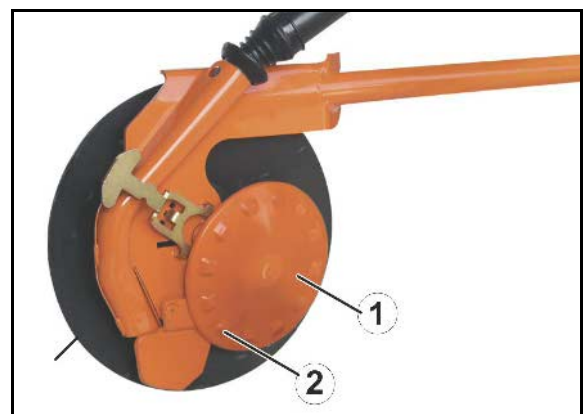

Bild 29
AMAZONE RoTeC⁺-billen lämpar sig för vanlig plöjsådd och sådd med reducerad jordbearbetning. Såfåran formas genom stålskivan och gjutgodskroppen. Baksidan på skivan rengörs av den mjuka polyuretan (PU) -skivan (Bild 29/1), som pressas mot stålskivan. Bulorna (Bild 29/2) bidrar med extra drivning.